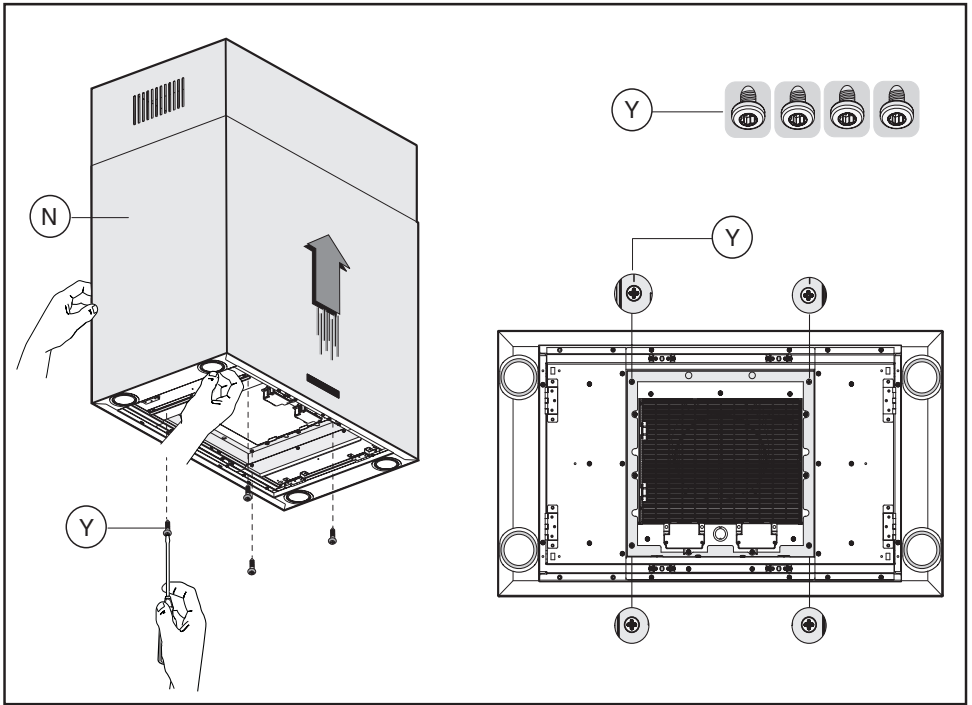

Fig.15
- Prendere il blocco **N** e accoppiarlo con il camino superiore e fissalo definitivamente con le 4 viti **Y** (Fig.15)